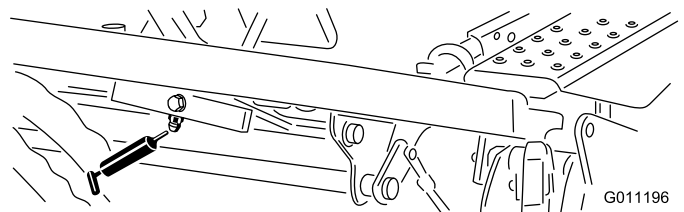

Figura 29
- Pivote de elevación/siega (Figura 29).